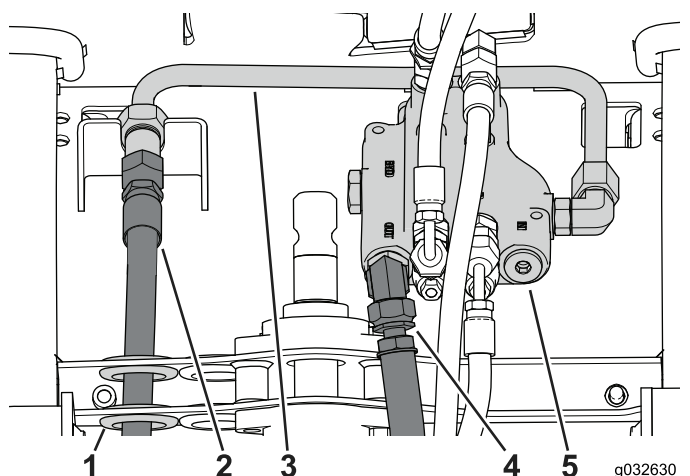

Figura 106
1. Coloque un recipiente adecuado debajo de la válvula de control (Figura 106).
2. Desconecte la manguera de alimentación del conector del tubo y extráigala del orificio pasante (Figura 106).
3. Desconecte la manguera de retorno de la válvula de control (Figura 106).